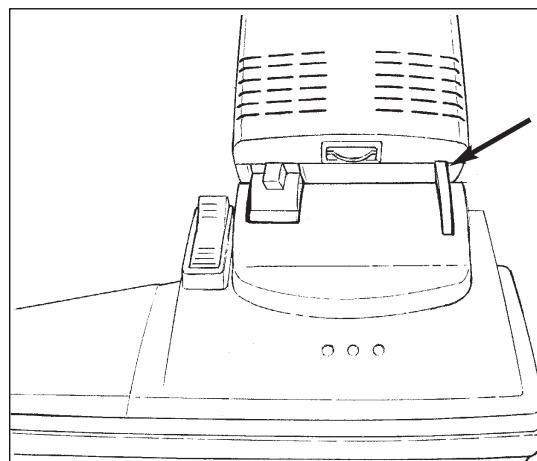

Figure 3
- c. Abaissez complètement le boîtier de collecteur de poussière sur le boîtier de brosse jusqu'à ce que les ergots se mettent en place et se verrouillent. (voir figure 3).